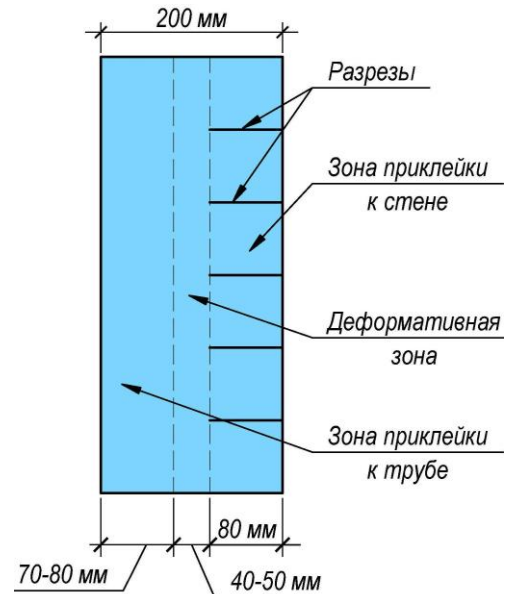

Рис. 5
- На каждой ленте выполнить разрезы глубиной 80 мм. Расстояние между разрезами зависит от диаметра трубы (Рис. 5).